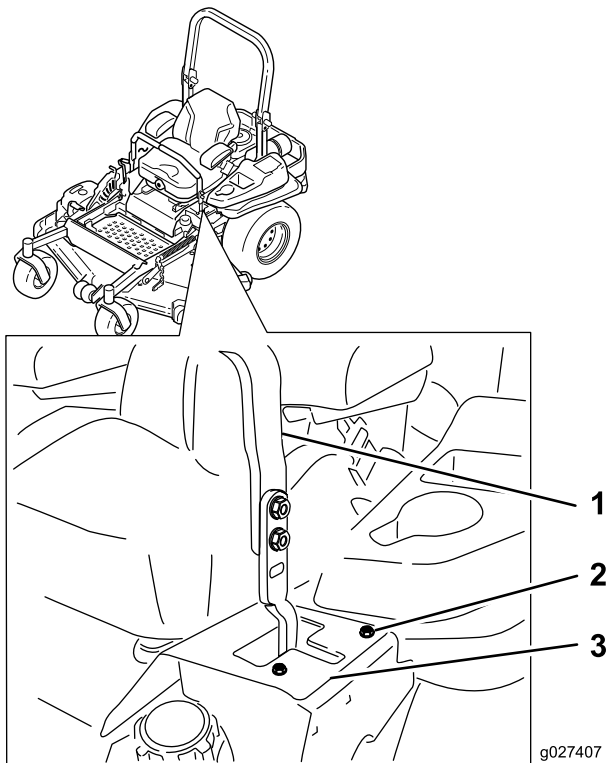

Figura 63
6. Si se desvía hacia la derecha, afloje los pernos y ajuste la chapa del tope izquierdo hacia atrás en la ranura en T de la izquierda hasta que la máquina avance en línea recta (Figura 63).
7. Si se desvía hacia la izquierda, afloje los pernos y ajuste la chapa del tope derecho hacia atrás en la ranura en T de la derecha hasta que la máquina avance en línea recta (Figura 63).
8. Apriete la chapa del tope (Figura 63).